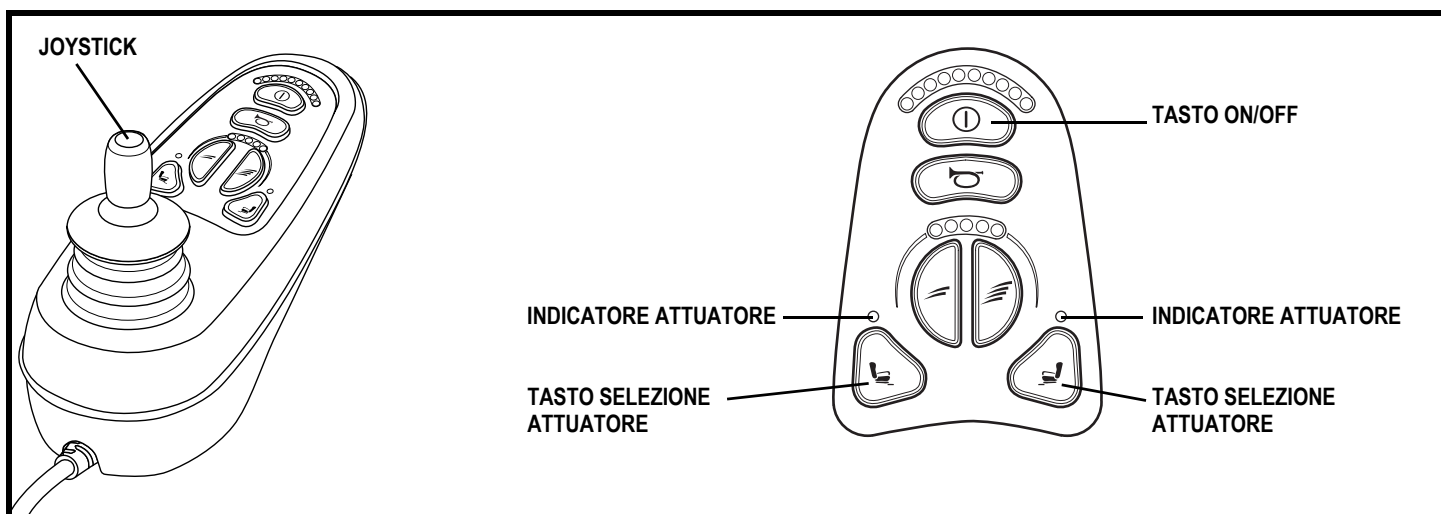

Figura 8. Centralina VR2 a 6 tasti e tastiera
1. Premere il tasto on/off per accendere la carrozzina e la centralina. **Vedere figura 8.**
2. Premere il tasto dell'attuatore desiderato per selezione la modalità attuatore. Entrambe le luci attuatore si illuminano. **Vedere figura 8.**
5. Premere il tasto di selezione dell'attuatore per tornare in modalità di guida. **Vedere figura 8.**